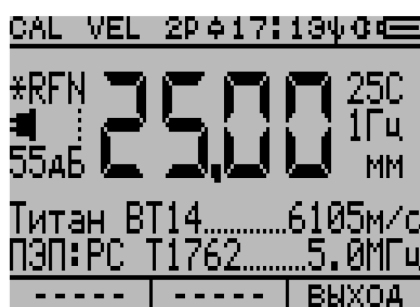

Рисунок 2.85
12) Корректировать с помощью клавиши  и  зафиксированное на дисплее значение толщины, чтобы оно соответствовало фактической толщине H_{2TB} толстого тест-блока (рисунок 2.85). Нажать клавишу  для введения в память прибора скорректированного значения толщины.